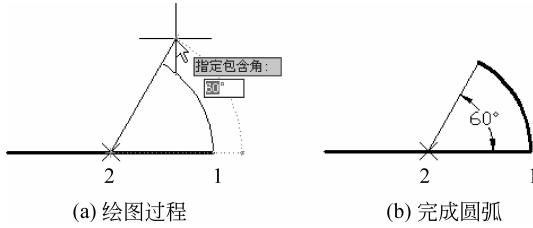

图 5-21 已知起点、圆心、角度绘制圆弧图例
- 已知起点、圆心、角度绘制圆弧。先确定起点, 响应 C 选项后指定圆弧的圆心, 再响应 A 选项, 指定包含角后完成圆弧绘制, 如图 5-21 所示。
拾取图 5-21 点 1
拾取图 5-21 点 2